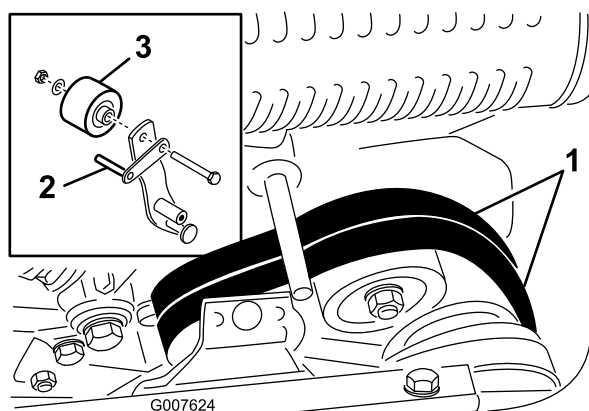

図 34
8. エンジンを使わずに、楽に機体を押したり引いたりすることができるよう、ベルト・ガイド（図 34；挿入図）を以下のように調整しておきます：